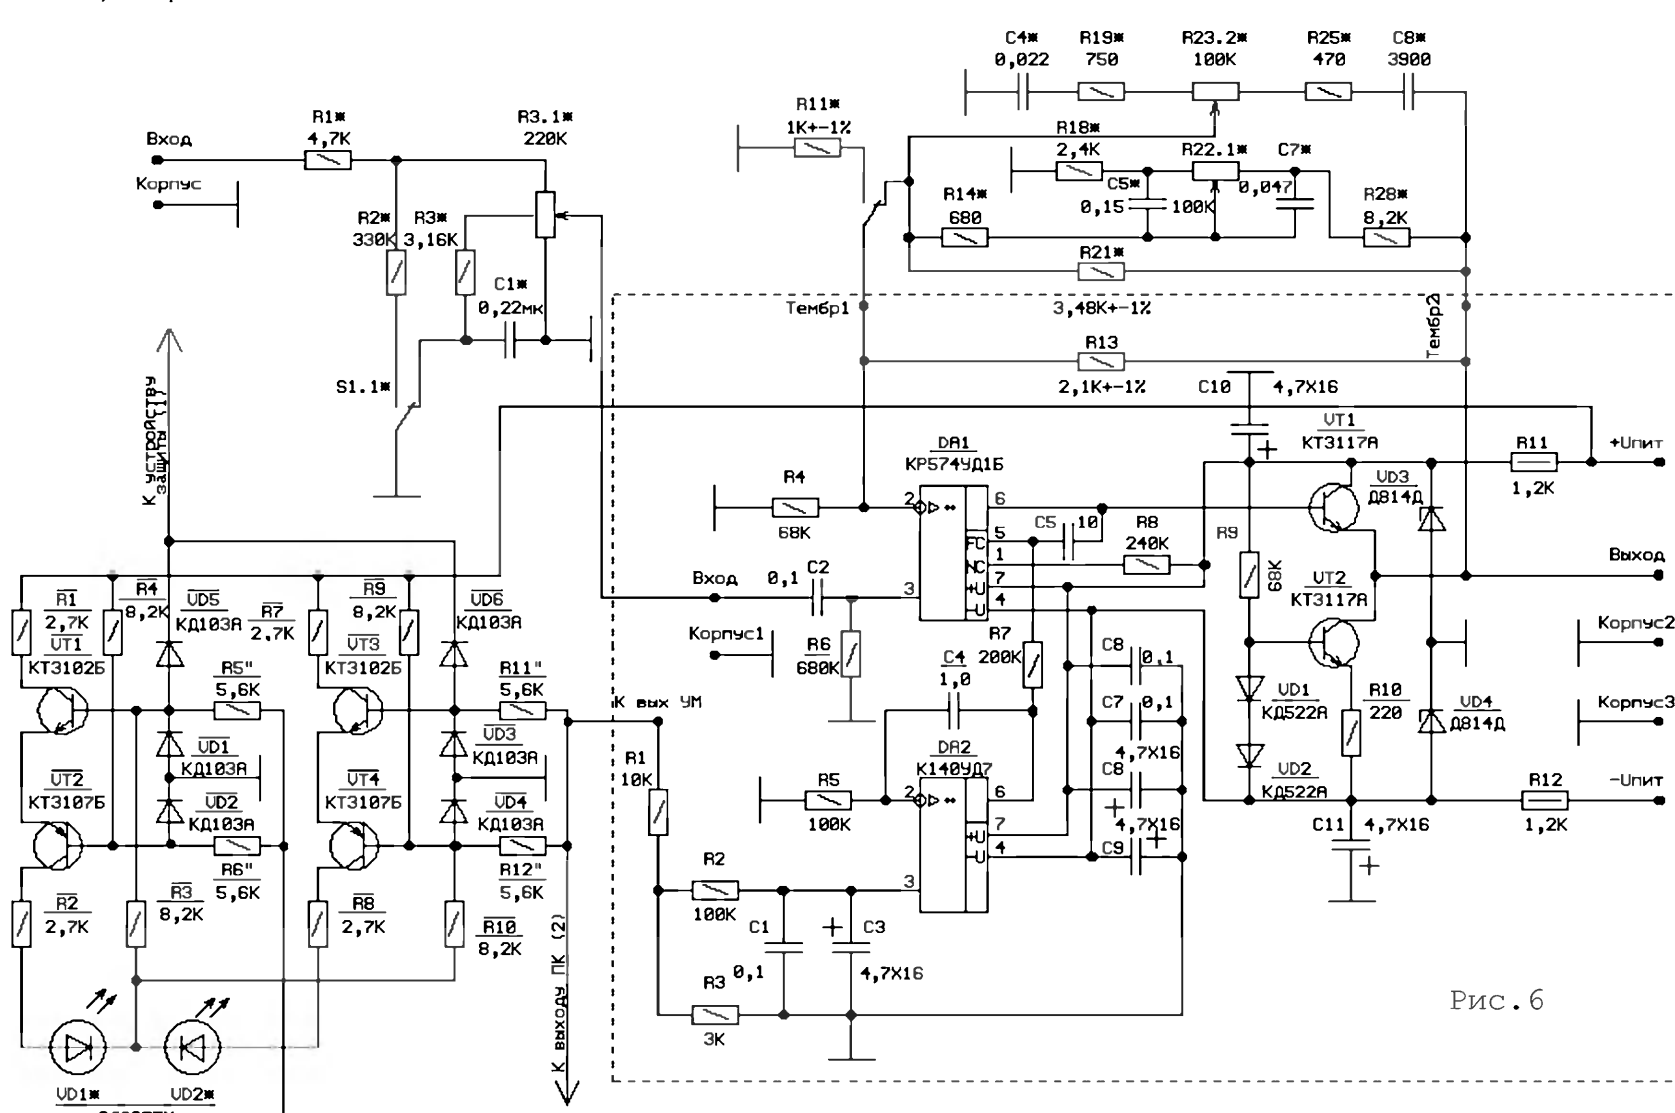
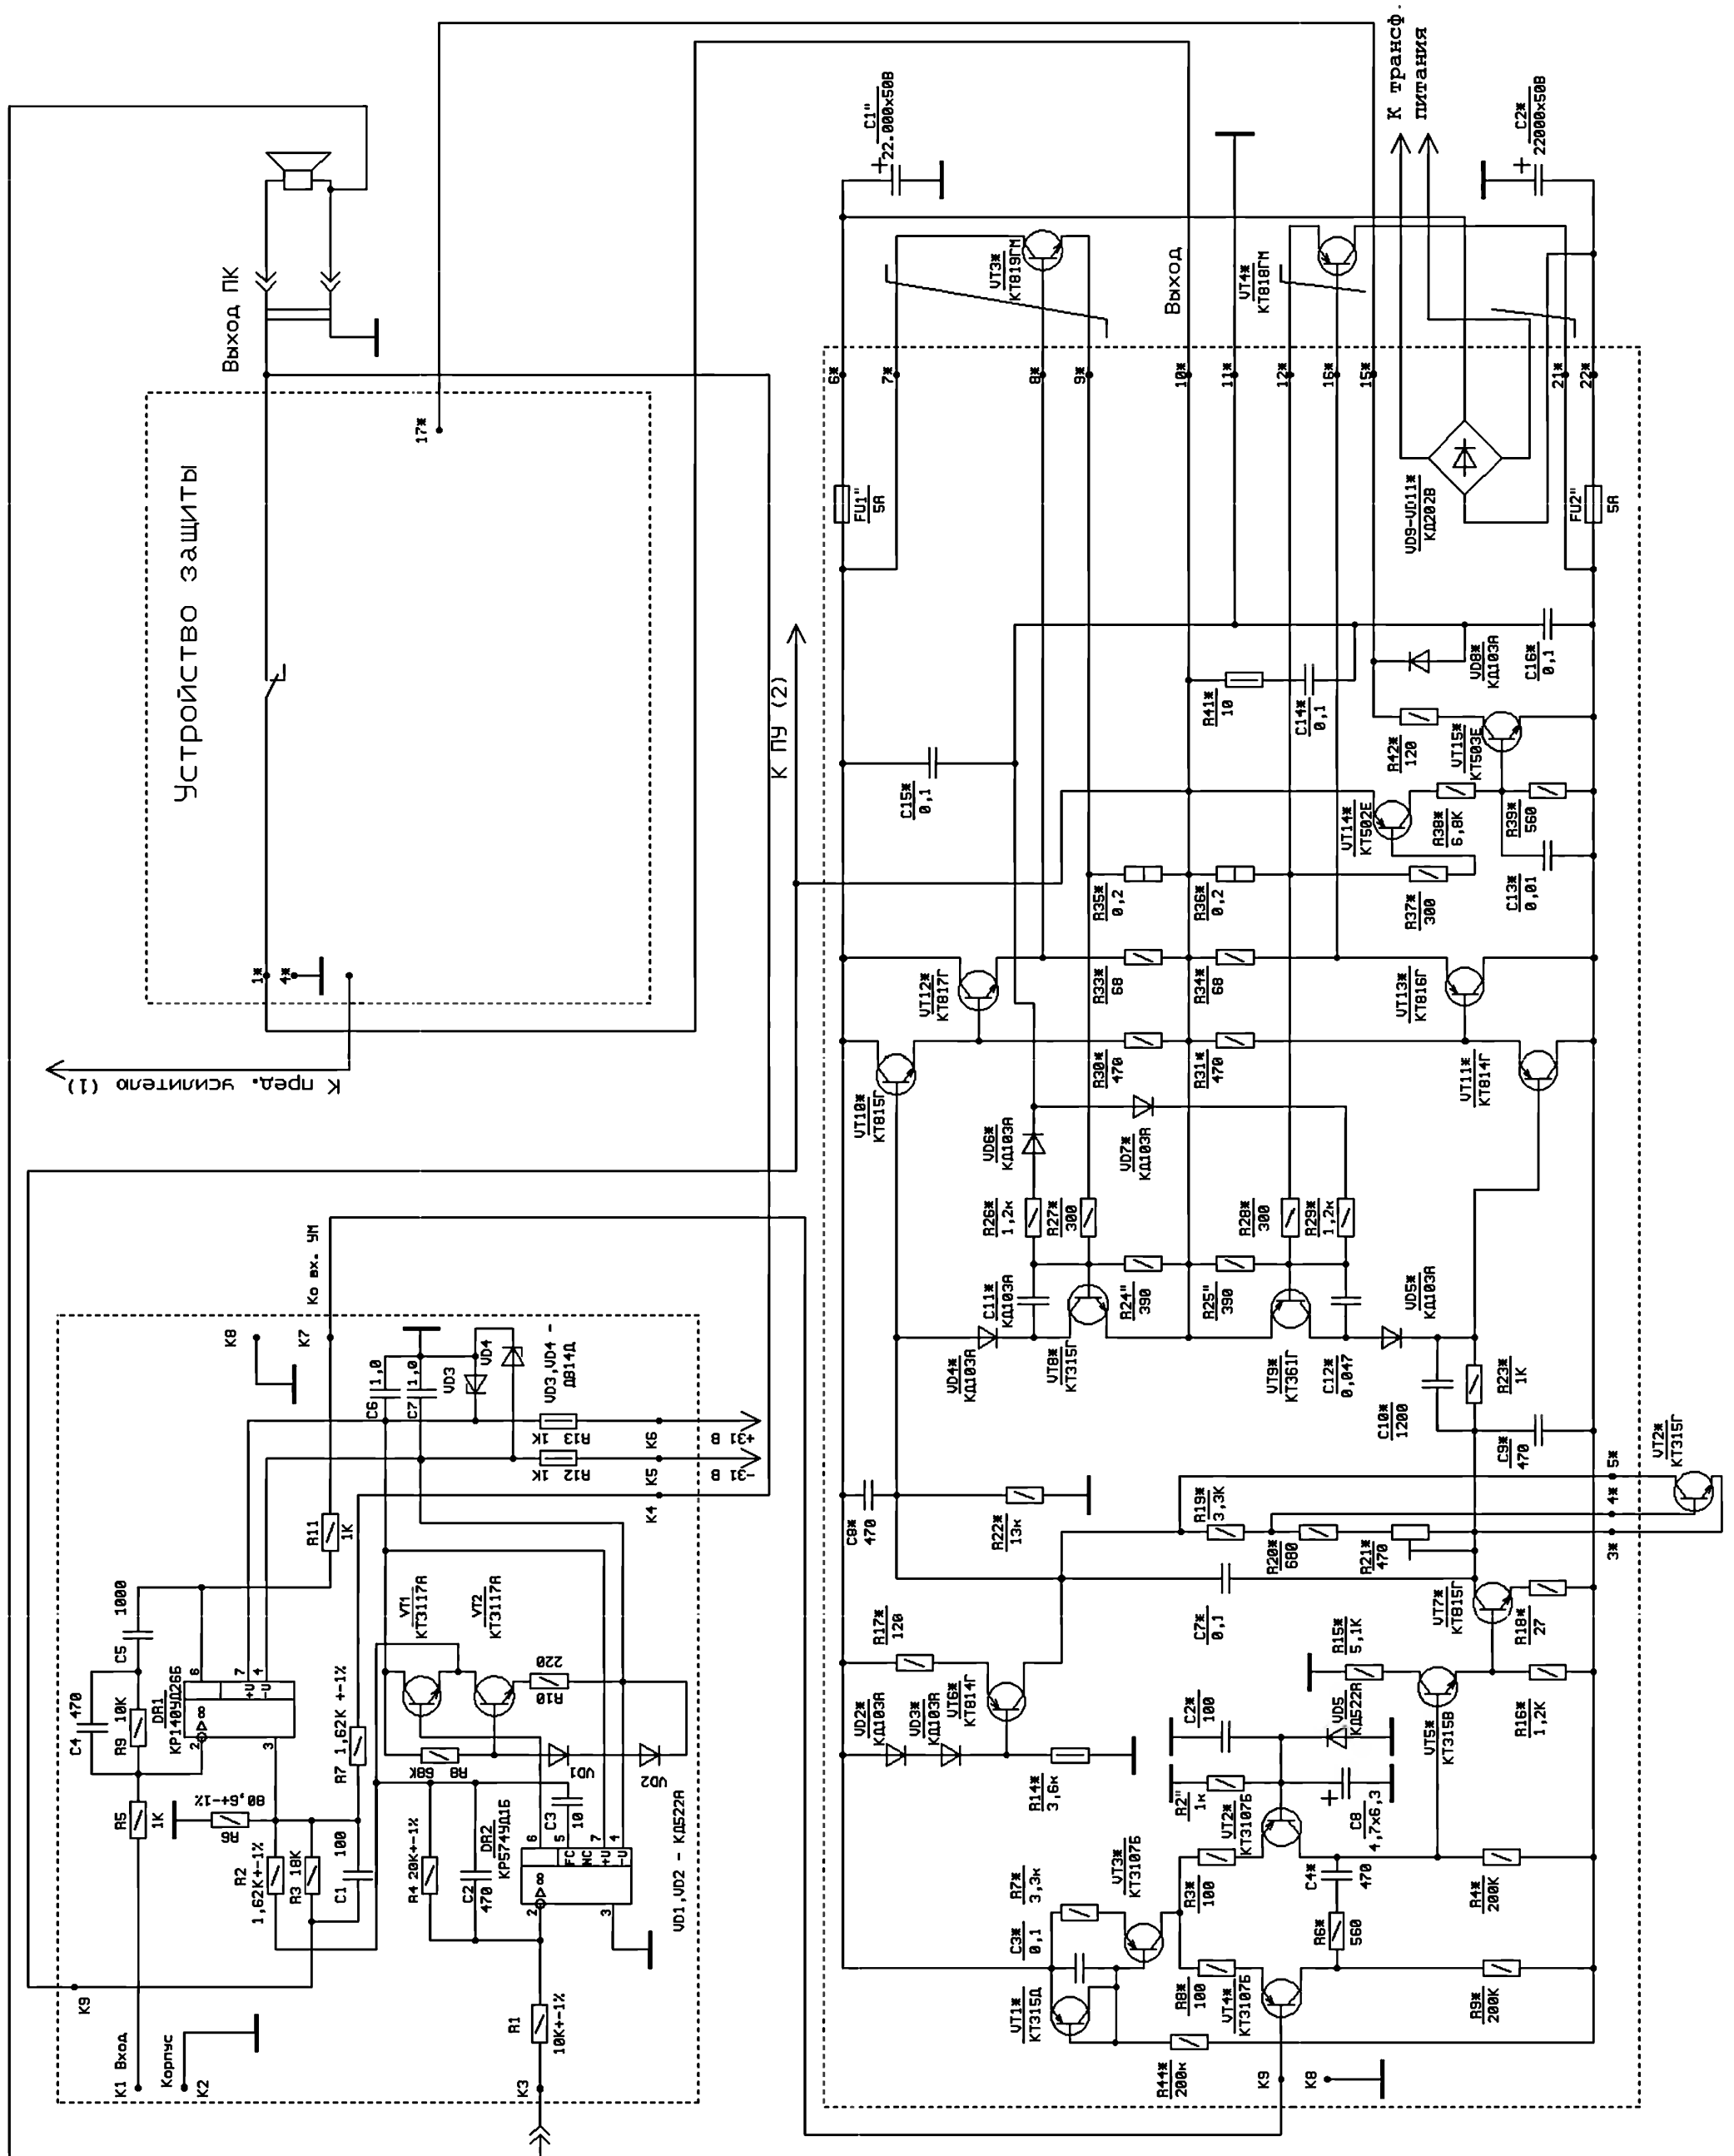

Рис. 6
Рис. 7
Как уже упоминалось, усилитель выполнен на базе серийного аппарата Амфитон - У-002 стерео. Доработка заключается в установке в корпус базового усилителя дополнительно четырех печатных плат, на двух из которых монтируется новый предварительный усилитель, а на двух других производится усовершенствование усилителя мощности. Кроме этого, необходимо произвести изменения номиналов, добавление и исключение из схемы некоторых элементов базового усилителя. На рис. 6 и рис. 7 приведены принципиальные электрические схемы предварительного уси-
Предварительный усилитель исходного аппарата не выдерживает критики с точки зрения обеспечения высококачественного звука, поэтому мной разработан принципиально **новый предварительный усилитель (рис.6)**, печатная плата которого приведена на (рис.8, см.стр.52; M1:1). Он собран на операционном усилителе DA1, который для минимизации искажений искусственно переведен в класс А за счет того, что на его выходе установлен эмиттерный повторитель с динамической нагрузкой. Таким образом, ток нагрузки для ОУ DA1 не превышает 10 мА, что приводит к уменьшению комбинационных искажений этого ОУ более чем в 10 раз (проверено экспериментально) по сравнению с типовой схемой вклю-
Доработка усилителя мощности заключается в установке на его входе дополнительной печатной платы (рис.9, см.стр.52; M1:1), на которой установлены два операционных усилителя (обведены штриховой линией на рис.7). DA1 используется для повышения петлевого усиления, а также выполняет функцию фильтрации усиливаемого сигнала. Фильтрация происходит за счет различного коэффициента передачи интегратора на ОУ DA1 выше частоты среза (примерно 150 кГц) в прямом и инвертирующем включении. Этот каскад на частотах выше 150 кГц для сигнала обратной связи ведет себя как повторитель, а для усиливаемого сигнала как ФНЧ первого порядка. Такое схемотехническое решение позволяет почти на 40 дБ увеличить глубину обратной связи в области максимальной чувствительности слуха (2-4 кГц) без увеличения частоты единичного усиления всего УМ, что не приводит к увеличению динамических нелинейных искажений и переходных искажений второго
- * Для повышения выходной мощности необходимо изменить номиналы некоторых элементов базового усилителя в соответствии с рис.6 и рис.7 (R11, R12 в ПУ и R2, R24, R25 FU1, FU2, C1, C2 в УМ). При этом конденсаторы C1, C2 устанавливаются вне корпуса усилителя из-за нехватки места;
Усилитель мощности базового аппарата (разработки Шушурина, который в настоящее время работает в известной американской компании, производящей элитную аудиотехнику) в какой-то мере можно похвалить за заботу об уменьшении переходных искажений второго рода и динамических нелинейных искажений. Эта забота в первую очередь заключается во введении местной ООС во входном дифференциальном каскаде и цепочки C10, R23 (рис.7), которая обеспечивает на высоких частотах увеличение тока возбуждения более «тихоходных» р-р-р транзисторов выходного каскада. Другими положительными свойствами исходного аппарата являются применение прецизионного дискретного регулято-
риком и с возможно большим допустимым напряжением, например К71-7. В крайнем случае, можно использовать штатный конденсатор, который стоял на входе базового усилителя. Все вновь устанавливаемые платы монтируются «вторым этажом» на одноименных платах базового усилителя. Правильно собранный усилитель практически не нуждается в наладке, так как стабильность его работы обеспечивается схемотехническими решениями. Единственное, что может потребоваться после сборки, это подстройка тока покоя транзисторов выходного каскада. Она осуществляется резистором R21* (рис. 7).